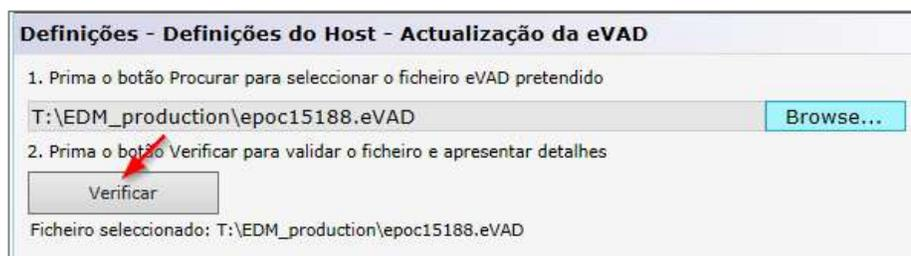
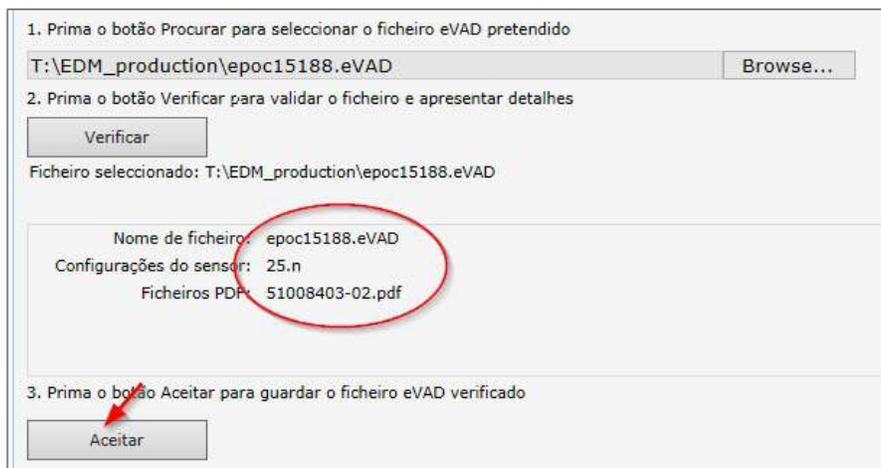

Fig. 8.
Fig. 9.
- 2) Prima o botão **Verificar** (Fig. 8) para validar o ficheiro eVAD e exibir detalhes (assinalados com um círculo na Fig. 9), incluindo o nome do ficheiro eVAD, a versão da configuração do sensor e o nome do ficheiro PDF associado ao ficheiro eVAD utilizado.
- 3) Prima o botão **Aceitar** (Fig. 9) para guardar o ficheiro eVAD verificado.